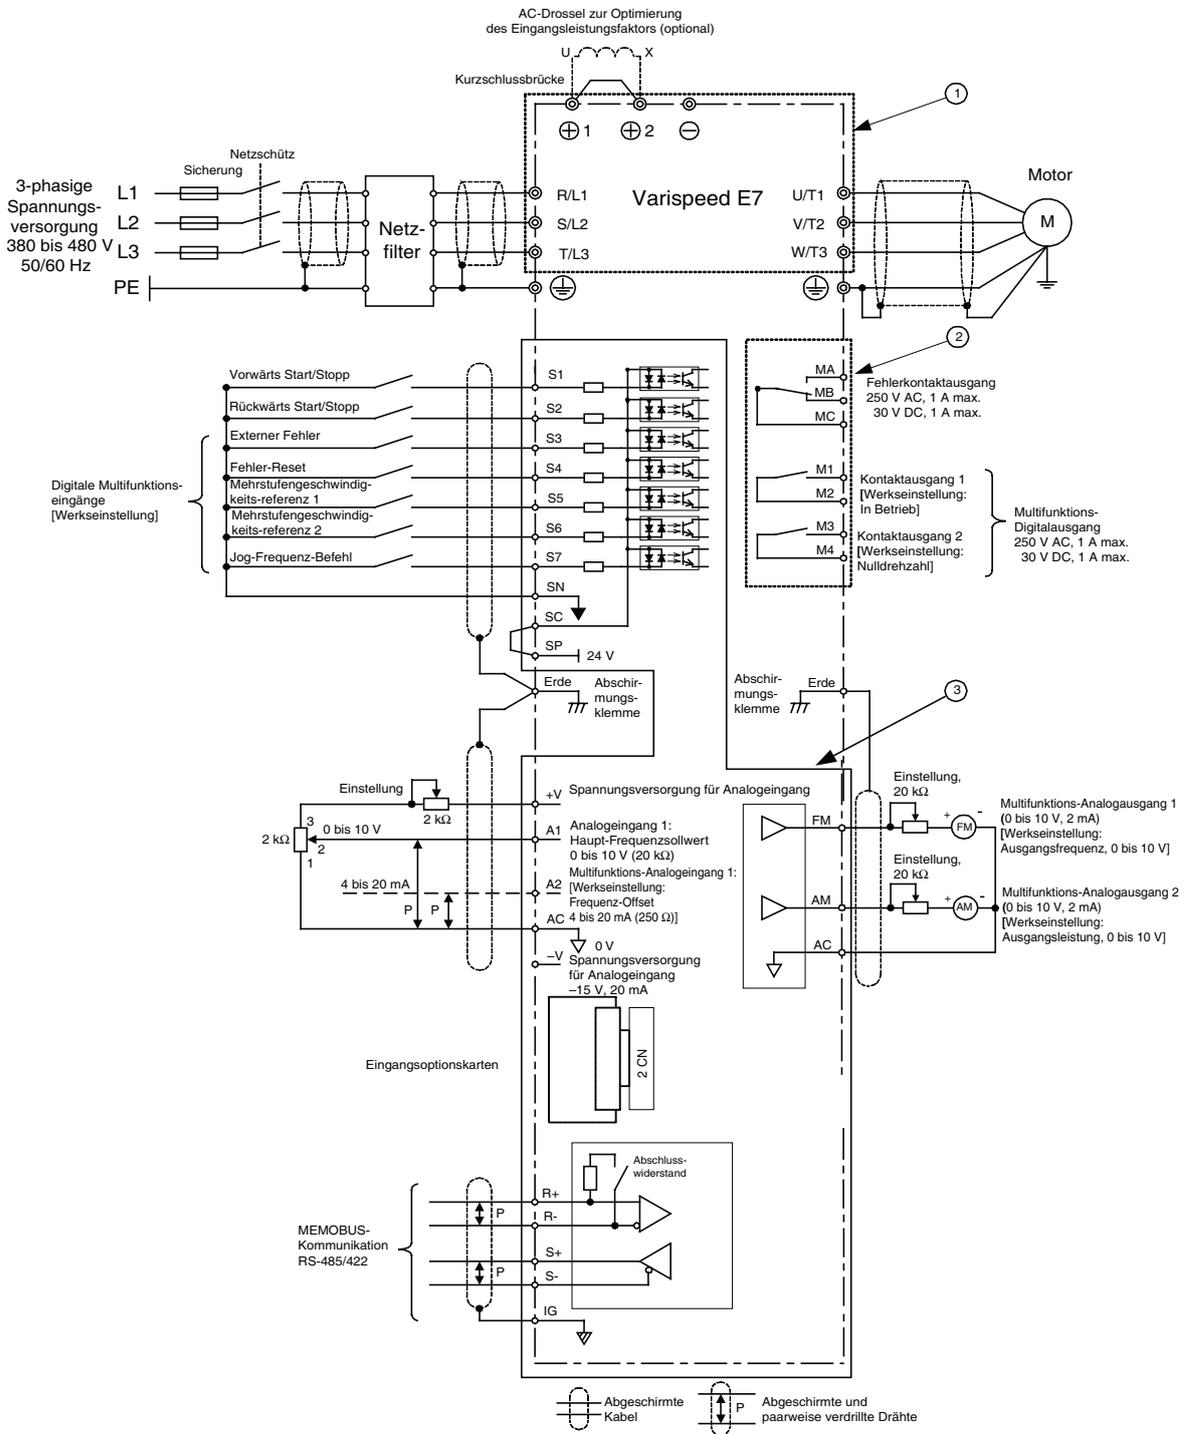

Abb. 4 Schaltplan
- In Abb. 4 ist die Verdrahtung der digitalen Eingänge S1 bis S7 für den Anschluss von Kontakten oder Transistoren gezeigt (0 V Bezugspunkt und NPN-Modus). Dies ist die Standardeinstellung. Für den Anschluss von PNP-Transistoren oder für die Verwendung einer externen 24-V-Spannungsversorgung siehe Tabelle 3.